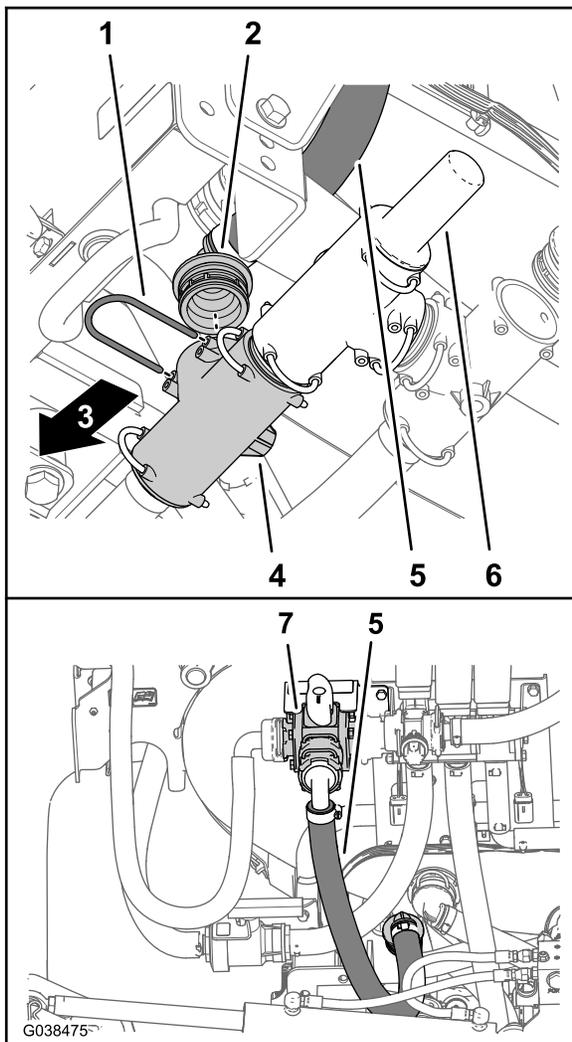

図 11
3. 散布用給液ホースの、バープ付き90°フィッティングを水圧リリースバルブ前部のT字フィッティングに固定しているリテーナを取り外す図 11。
4. T字フィッティングから、バーブ付き90°フィッティングを外す 図 11。